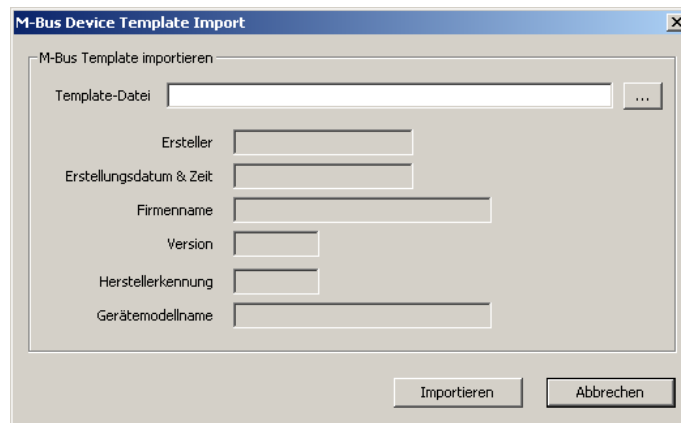

Abbildung 139: M-Bus Device Template Import Dialog
2. Das Fenster **M-Bus Device Template Import**, dargestellt in Abbildung 139, wird geöffnet.